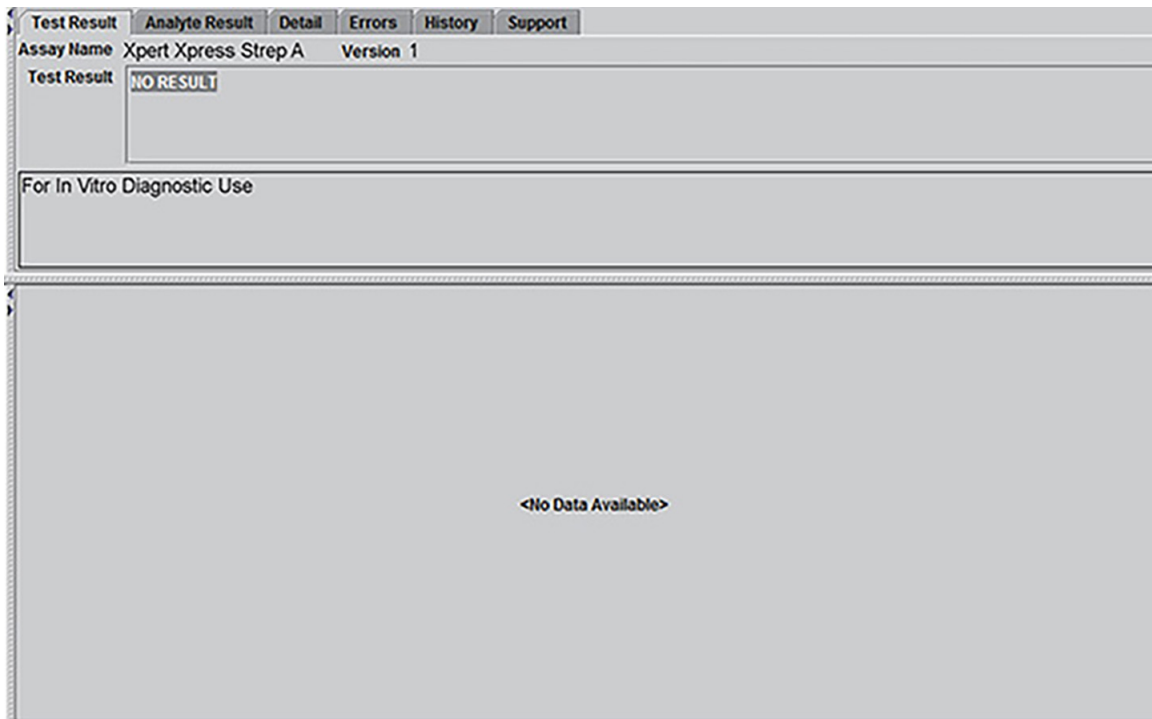

Figura 10. Ejemplo de resultado de la prueba «SIN RESULTADO» (NO RESULT)
SIN RESULTADO (NO RESULT) (Consulte la Figura 10)	No puede determinarse la presencia o ausencia de ADN diana de Strep A. SIN RESULTADO (NO RESULT) indica que no se han recogido suficientes datos. Por ejemplo, no se superó la prueba de integridad del cartucho, el operador detuvo una prueba que estaba en curso o se produjo una interrupción del suministro eléctrico. <ul style="list-style-type: none"> • Strep A – SIN RESULTADO (NO RESULT) • SPC – SIN RESULTADO (NO RESULT) • PCC – N/A (NA) (no aplicable)* <p>* Si la comprobación de la sonda muestra N/A (NA), el error es causado porque el límite máximo de presión excede el rango aceptable que pone fin al ciclo antes de la comprobación de la sonda.</p> <p>Repita la prueba siguiendo las instrucciones del Apartado 16.2. Procedimiento de repetición de la prueba, indicado a continuación.</p>